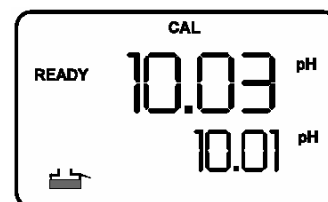

Figure 4 : 3^{ème} point d'étalonnage
18. Attendre que la valeur de pH mesurée se stabilise (lorsque l'indicateur [READY] apparaît dans le coin gauche) (voir figure 4).